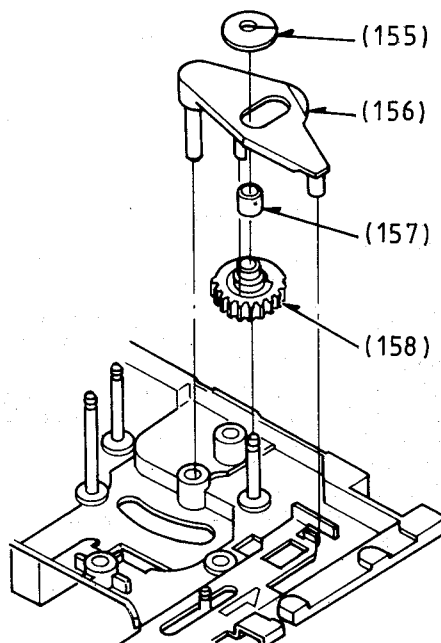

Fig. 58
7.8 Hilfshebelrad (158), Hilfshebel (156), Umspulkontrollhebel (160)
- Hilfshebelrad (158), Hilfshebel (156), Bremsring (157) und Scheibe (155) gemäß Fig. 58 montieren.
7.8 Sub Lever Cam (158), Sub Cam Follower (156), Review Control Lever (160)
- Fit the Sub Lever Cam (158), the Sub Cam Follower (156), the Rubber Stopper (157) and the Washer (155) as shown in Fig. 58.